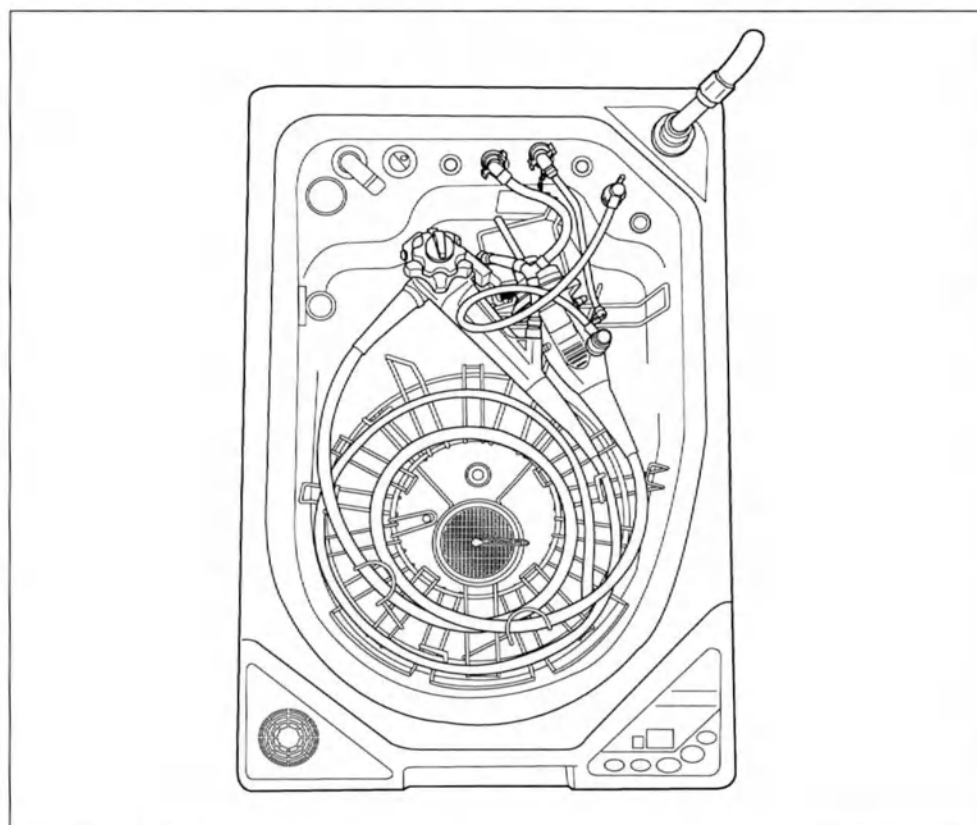

Рис. 7.1
- При установке модели SIF-H290S на сетку-держатель (розового цвета) OER-AW установите эндоскоп так, как показано на рис. 7.1.